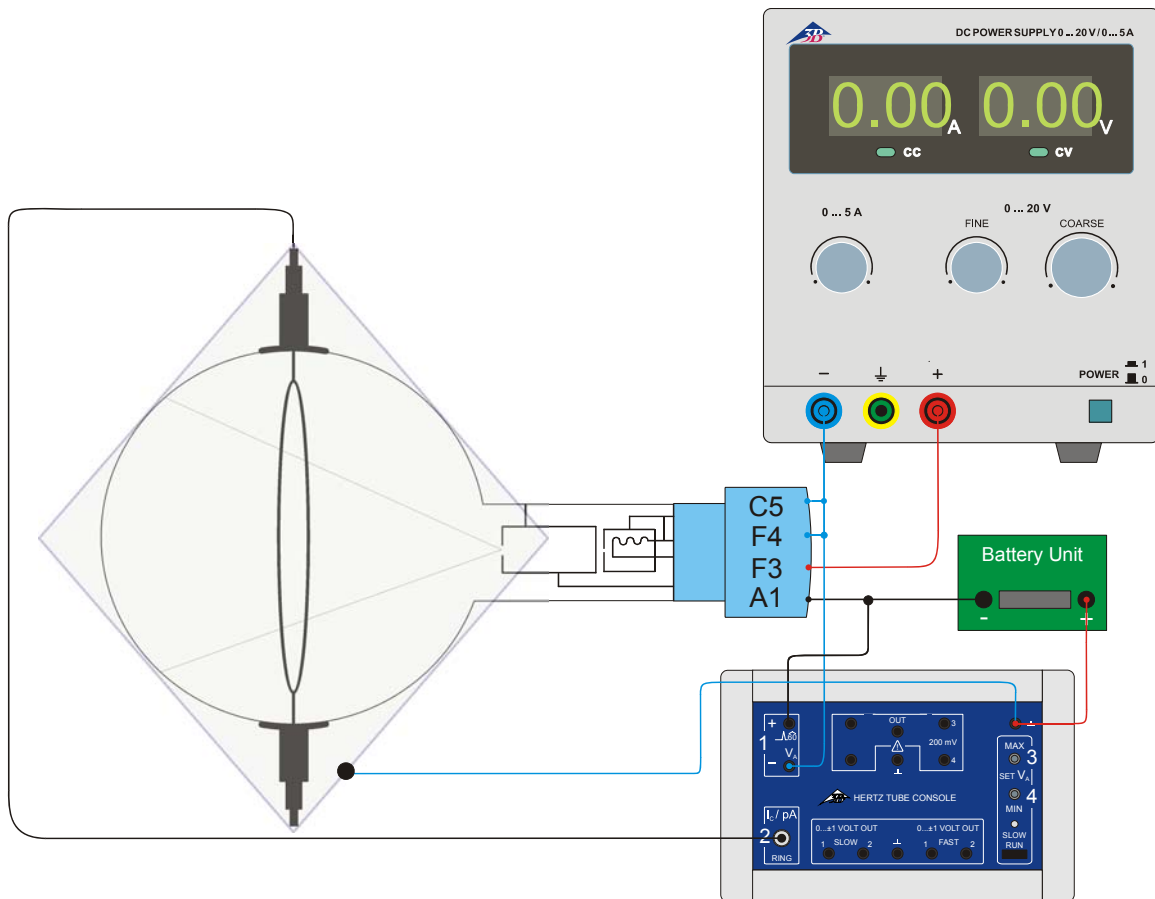

Fig. 1 Struttura sperimentale con unità di comando per tubi per potenziale critico
- Collegare la presa F3 del portatubi al polo positivo dell'uscita dell'alimentatore CC e F4 al polo negativo. (Vedere Fig. 1)